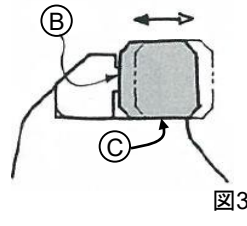

図3
- 図3のようにインサートを本体面(C)に沿って滑らせて、サポータ面(B)に2~3回押し当ててください。